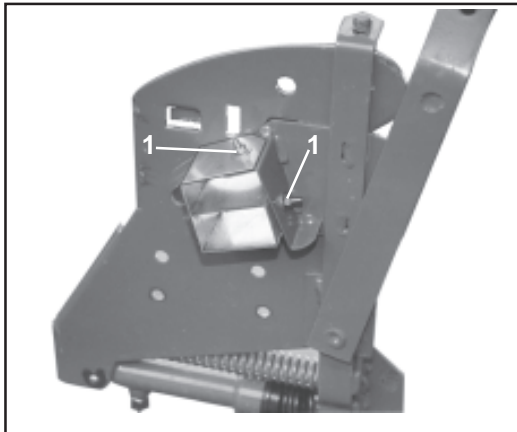

Fig. 10.25
- 2 Löcher anzeichnen, \varnothing 9 mm bohren und mit Flachrundschauben M 6 (Fig. 10.25/1) befestigen.